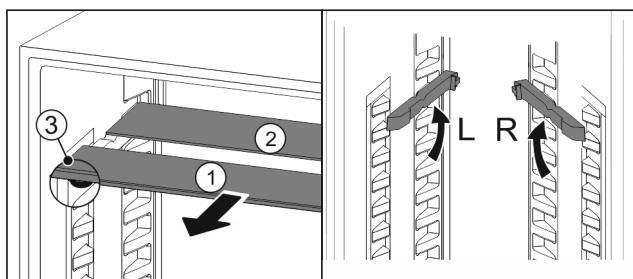

Fig. 104
- Sortir les tablettes par l'avant Fig. 104 (1).
- La tablette en verre Fig. 104 (1) avec bordure décorative est située à l'avant.
- Les butées Fig. 104 (3) sont orientées vers le bas.